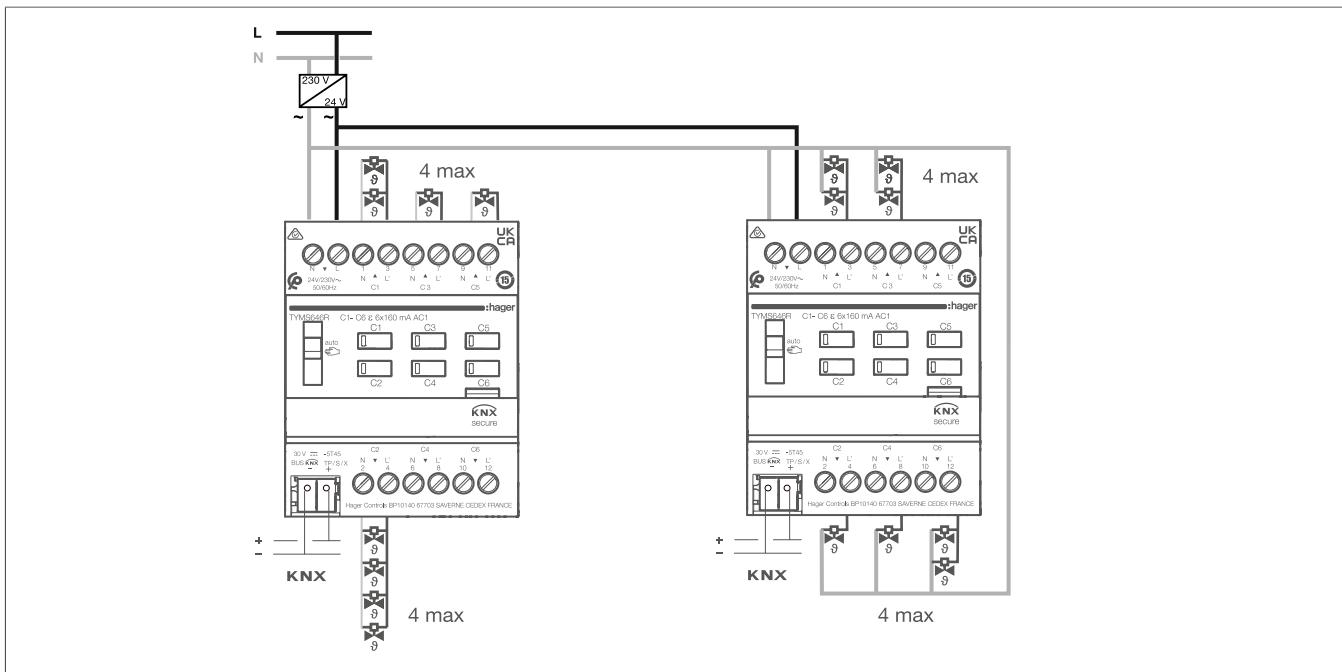

Bild 5: Anschlussplan für Stellantriebe 24 V~ Spannungsversorgung
- ③ Stellantriebe DC 24 V gemäß Anschlussplan (Bild 5: Anschlussplan für Stellantriebe 24 V~ Spannungsversorgung) an das Gerät anschließen.
- ④ Spannungsversorgung DC 24 V (L-N) an das Gerät anschließen.